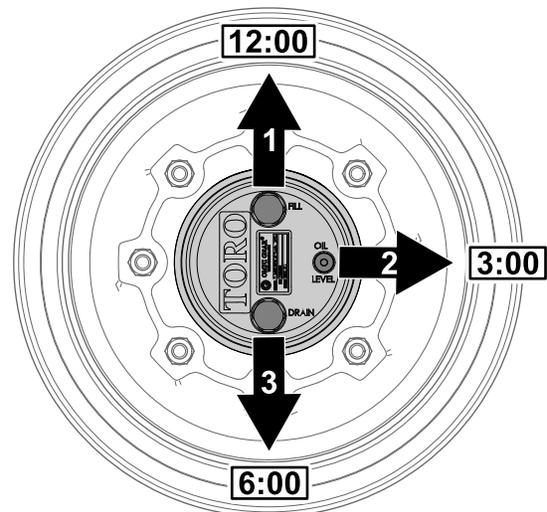

Figura 58
1. Estacione a máquina numa superfície plana, posicione a roda de forma a que o tampão de enchimento fique na posição das 12 horas, o tampão de verificação fique na posição das 3 horas e o tampão de drenagem fique na posição das 6 horas (Figura 58).
2. Retire o tampão de verificação da posição das 3 horas (Figura 58).
enchimento fique na posição das 12 horas, o tampão de verificação fique na posição das 3 horas e o tampão de drenagem fique na posição das 6 horas; consulte Figura 58 em Verificação do lubrificante da transmissão da engrenagem planetária (página 55).